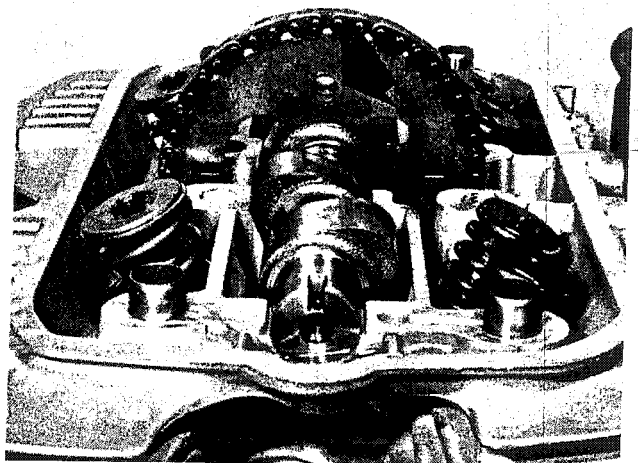

Bild 37
- Das Kettenrad ist mit zwei Schrauben am Nockenwellenflansch befestigt (Bild 37). Den Motor so drehen, dass eine Schraube zugänglich ist, und diese Schraube lockern. Den Motor weiterdrehen und die zweite Schraube lösen und entfernen. Den Motor nochmals drehen und die erste Schraube entfernen. Dabei muss man sehr sorgfältig darauf achten, dass keine Teile durch den Kettenschacht in das Kurbelgehäuse hinunterfallen, besonders wenn das Kurbelgehäuse nicht zerlegt werden soll. Den Motor so